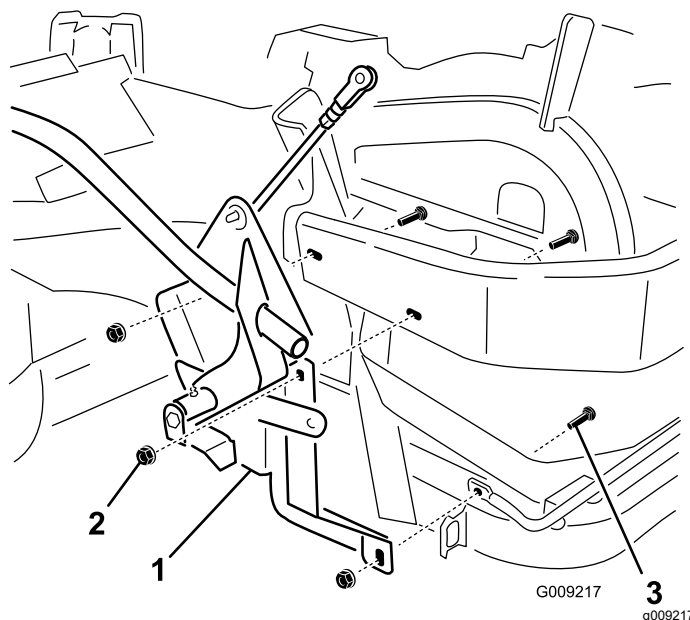

Figure 8
3. Fixez la poignée et le support sur le côté de la machine à l'aide de 3 boulons de carrosserie ($\frac{3}{8}$ x $1\frac{1}{4}$ po) et de 3 écrous à embase (grande embase – $\frac{3}{8}$ po), comme montré à la Figure 8.